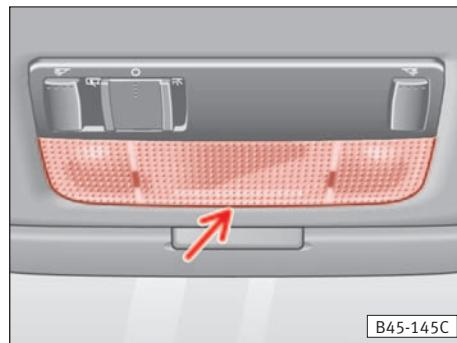

Fig. 160
- Extraer el cristal. Para ello, introducir un destornillador fino por su parte plana o un objeto similar entre la carcasa y el cristal (flecha ⇒ fig. 160) y retirar el cristal con mucho cuidado, haciendo palanca, para evitar posibles daños.